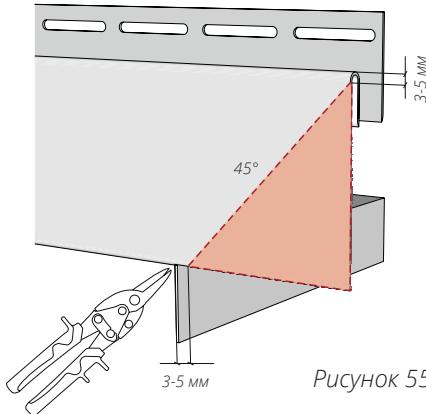
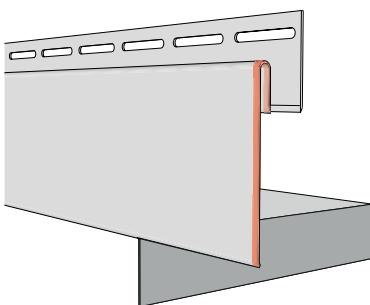
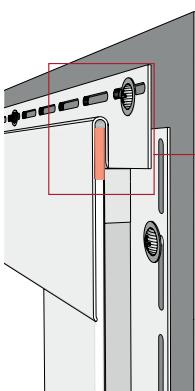

Рисунок 55
Рисунок 63
Рисунок 66
**13.11** Если соединение околооконных планок нужно выполнить под углом 45°, верхнюю околооконную планку с обеих сторон нужно подрезать согласно рис. 55.
- 13.15** После монтажа околооконные и финишные планки должны оставаться подвижными. На рис. 63, 64, 65 показаны части, которые необходимо точечно подогнать. На рис. 66 показана верхняя часть боковой околооконной планки, которую можно поджать, используя клещи прямые, чтобы в месте примыкания был более легкий ход. При подрезе верхней околооконной планки под угол 45° (рис. 55) использовать поджим не нужно.